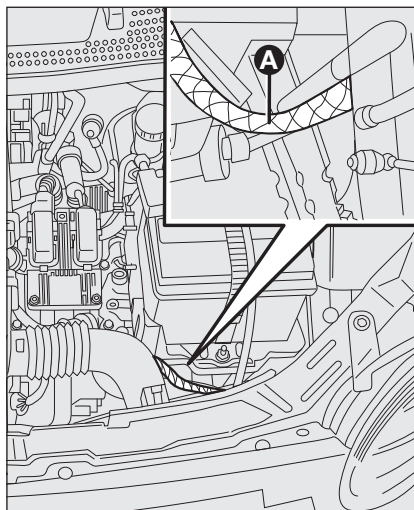

fig. 1a – Versions Duratec
- ☐ brancher à l'aide d'un deuxième câble la borne négative (–) de la batterie d'appoint à un point de masse **A** sur la voiture à démarrer (**fig. 1a-1b**) ;